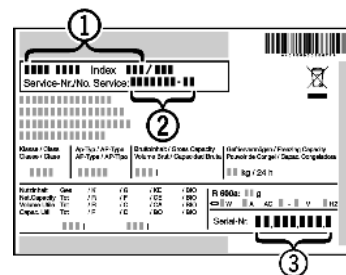

Fig. 10
- ▶ Denominación del aparato Fig. 10 (1), nº del servicio técnico Fig. 10 (2) y nº de serie Fig. 10 (3) en la placa de identificación. La placa de identificación se encuentra en la parte interior izquierda del aparato.
- ▶ Informe al servicio postventa e indique el fallo, la denominación del aparato Fig. 10 (1), el nº del servicio técnico Fig. 10 (2) y el nº de serie Fig. 10 (3).